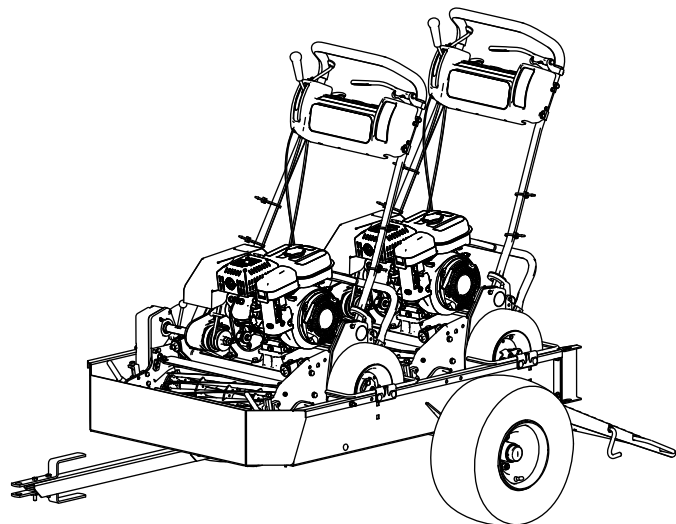

Figura 6
**Nota:** Utilizzate la prima serie di aste delle ruote come fermi per la seconda macchina (Figura 6).